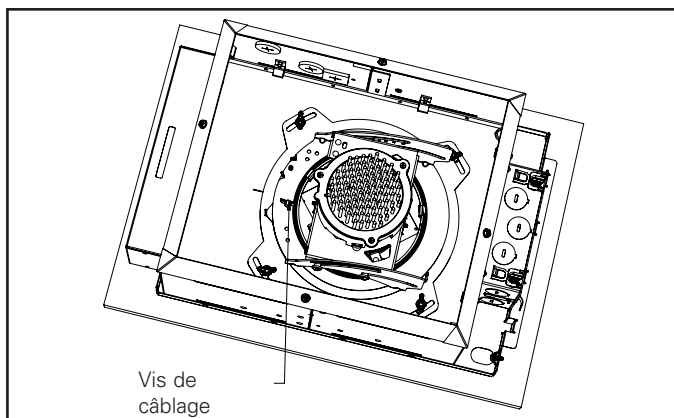

Figure 13A.
1. Desserrez la vis à oreilles située à gauche du support d'orientation (Figure 13A).
6. Orientez le mécanisme sur 180 degrés du pilote en utilisant un tournevis à tête cruciforme (consultez les Figures 13A et 13B).